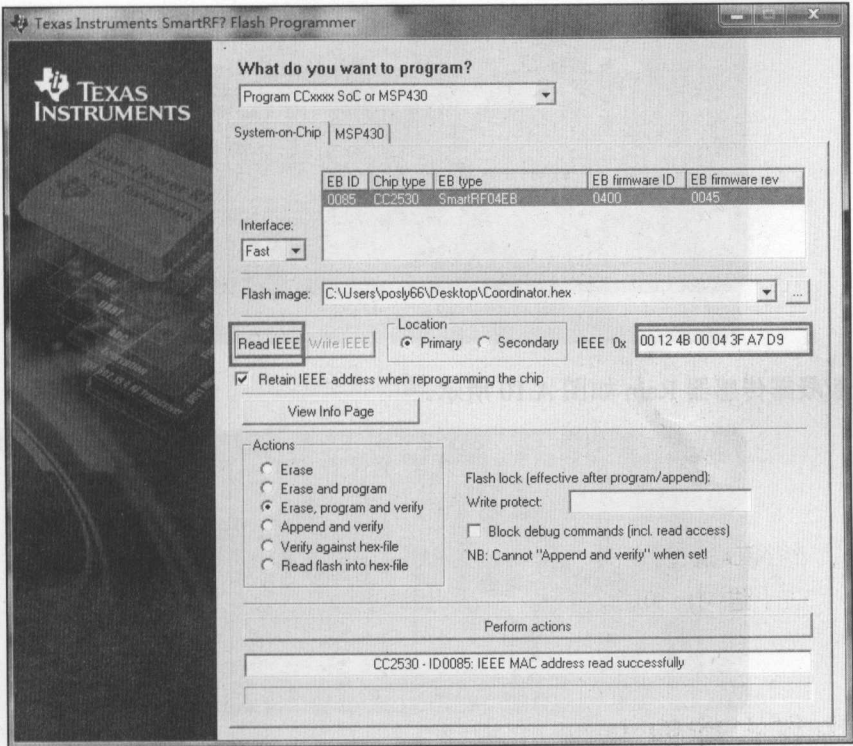

图 A.7
(1) 安装 TI CC2530 程序下载工具——SmartRF Flash Programmer（见本书配套资料“DISK\05-常用工具\ZigBee\Setup_SmartRFProgr_1.12.4.exe”）。
(2) 将 CC2530 仿真器通过调试转接板连接到节点的调试接口槽，另一端通过 USB 线缆接入到电脑（默认驱动默认位置为“C:\Program Files (x86)\Texas Instruments\SmartRF Tools\Drivers\Cebal”）。
(3) 运行 SmartRF Flash Programmer 程序，在“Program”下拉菜单选择“Program CCxxxx SoC or MSP430”，此时“System-on-Chip”选项卡可以看到已经识别了仿真器为“SmartRF04EB”和节点芯片类型为“CC2530”，如果没有看到仿真器，则按一下仿真器的复位按钮或重新插拔仿真器的 USB 线缆，找到并单击“Read IEEE”按钮，在页面的“IEEE 0x”一栏就会显示 CC2530 的 MAC 地址信息，如图 A.7 所示。